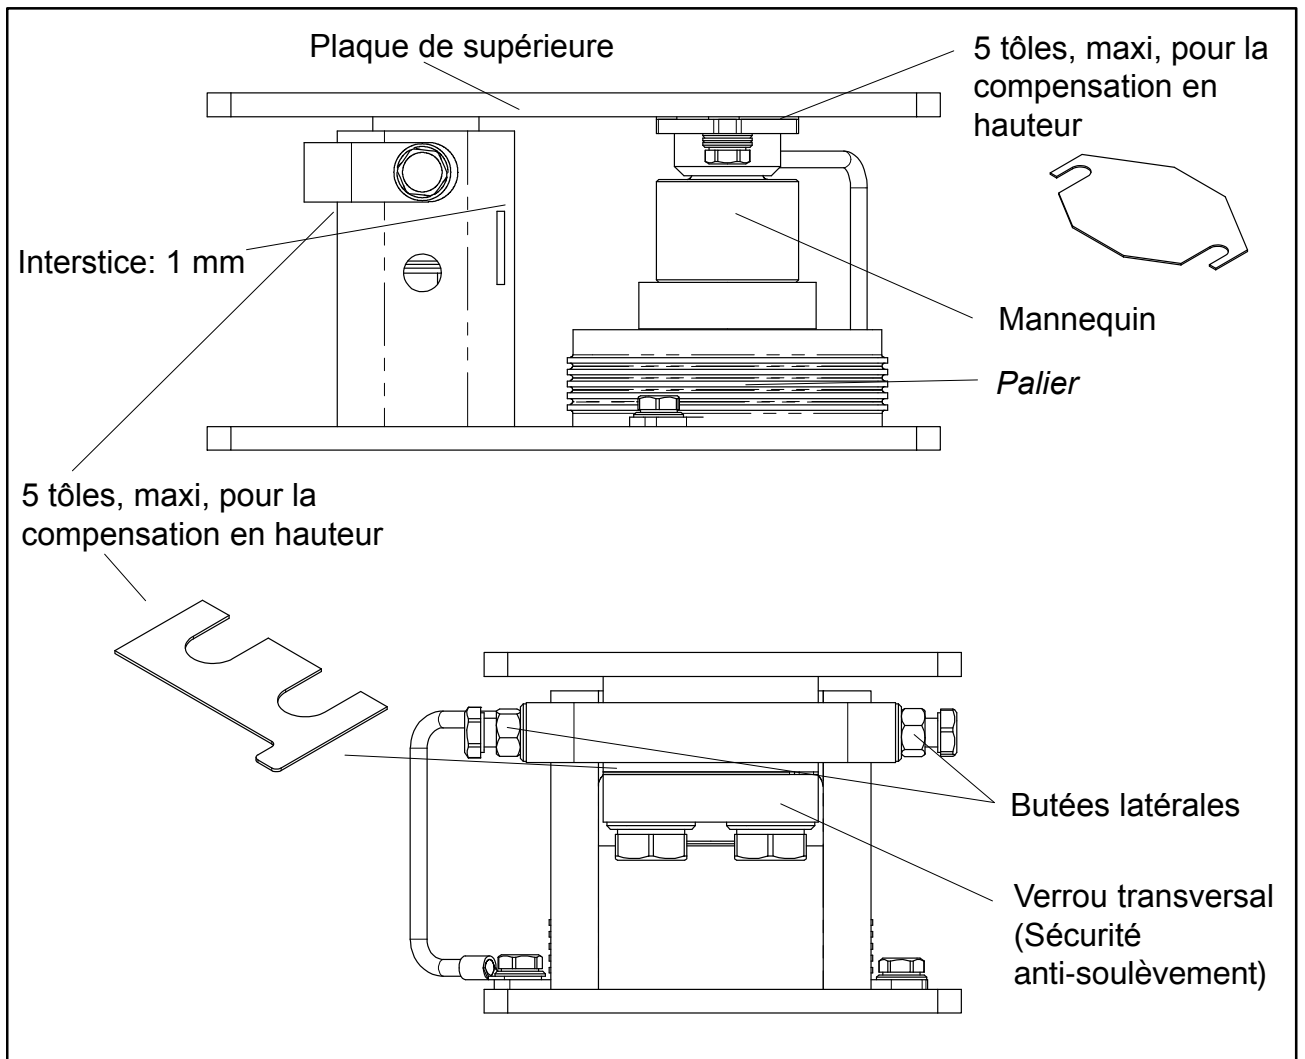

Fig. 12.2: Montage des tôles de compensation avec la version 10 t ... 33 t
Montage de pesons de capacité maxi 10 t, 22 t et 33 t (voir Fig. 12.2):
- Aligner l'ensemble à la verticale en intercalant ou au contraire en retirant des tôles de compensation de 1 mm au-dessus de la pièce d'appui du peson (voir Fig. 12.2).